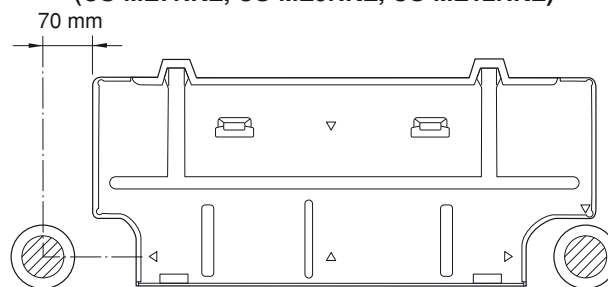

Fig. 9a
- (1) Ponga el panel posterior de la unidad interna contra la pared en la posición seleccionada. Asegúrese de que el panel esté horizontal utilizando un nivel de carpintero una cinta de medir para medir la distancia desde el cielo. Espere hasta después de cortar el orificio antes poner el panel posterior contra la pared.
- (2) Determine a cuál lado de la unidad usted debe hacer el orificio para la tubería y cableado. (Fig. 9a o 9b)
En el caso de la tubería trasera izquierda, emplee puntos de medición a del borde del panel trasero para poder colocar con precisión la salida de la manguera. (Fig. 9a o 9b)